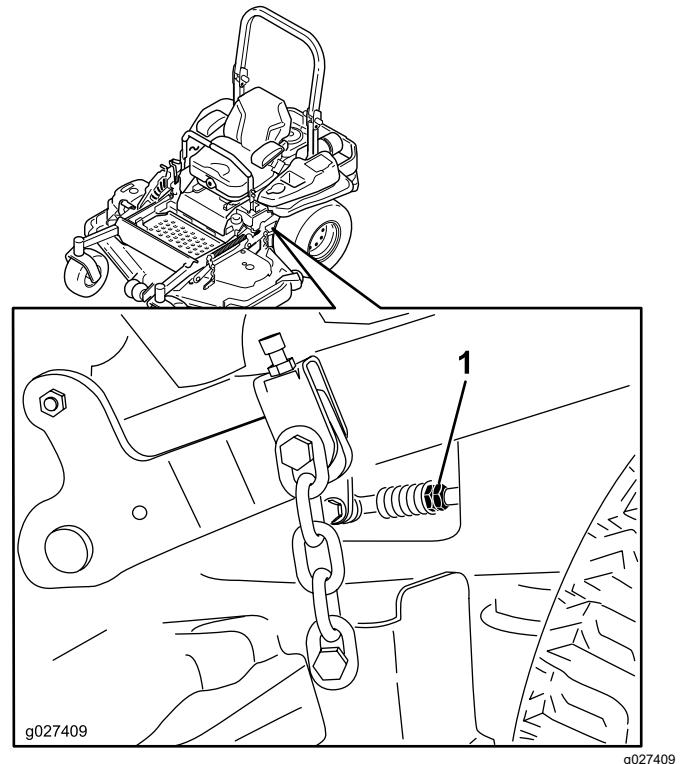

Figure 98
10. Réglez la longueur des tiges de pompes en tournant les doubles écrous dans le sens voulu jusqu'à ce que les roues tournent légèrement en marche arrière (Figure 98).